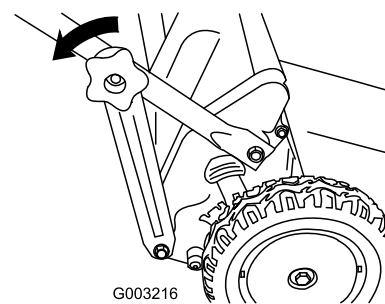

Figura 49
1. Retire los pomos del manillar inferior (Figura 49).
2. Desenganche los soportes del manillar inferior del extremo inferior de ambos lados del manillar (Figura 49).